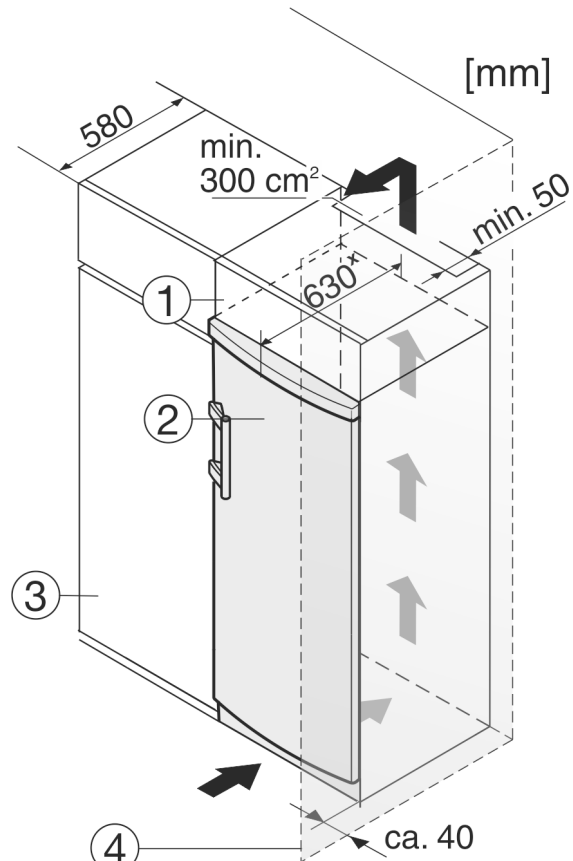

Fig. 10
- (1) Yläkaappi (3) Keittiökaappi
(2) Laite (4) Seinä
Laite voidaan asentaa kalustekaappiin. Jotta korkeus Fig. 10 (2) saadaan yhdenmukaiseksi kaapistojen kanssa, laitteen päälle voi asentaa lisäkaapin Fig. 10 (1).
Asennettaessa keittiökaapistoon (syvyys enintään 580 mm) laite voidaan sijoittaa aivan keittiökaapin Fig. 10 (3) viereen. Laite on sivussa 34 mm \* ja laitteen keskellä 50 mm \* keittiökaapin etupaneelin edessä.
Kun laitteen oven saranapuoli asennetaan seinän *Fig. 10 (4)* viereen, laitteen ja seinän väliin on jätettävä etäisyydeksi vähintään 40 mm. Tämä väli vastaa oven avautumisen vaatimaa mitta.